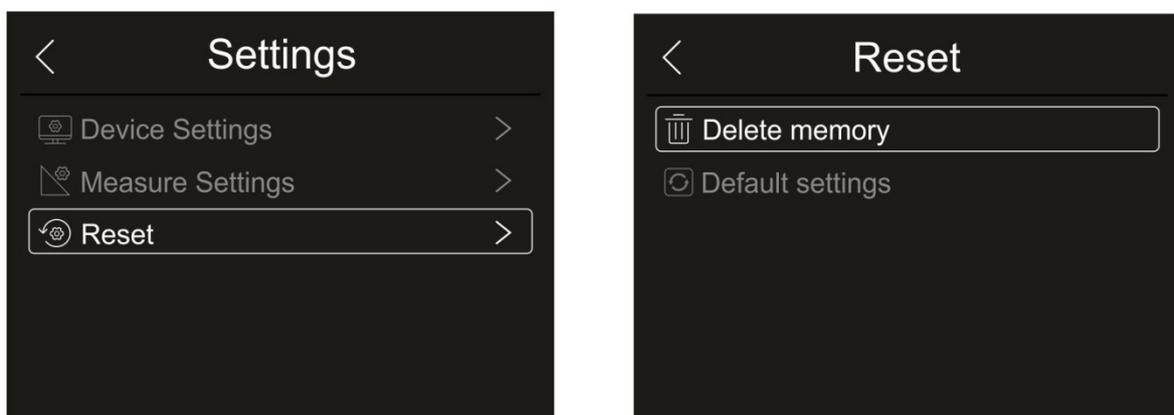

Abb. 31: Menü Reset des Geräts
1. Berühren Sie “Reset”. Die Bildschirmseite in der Abb. 31 – rechte Seite erscheint im Display. Berühren Sie “Delete memory”. Der folgende Bestätigungsbildschirm erscheint im Display: